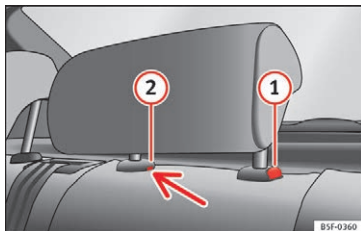

Fig. 146 Midterste hovedstøtte bagi: udløserpunkt
- Skub hovedstøtten nedad, mens du trykker på knappen » **Fig. 146** for at indstille hovedstøtten nedad.
- Tryk på knappen » **Fig. 146**, og sæt samtidig en skruetrækker (maks. bredde 5 mm) ind i åbningen ved fastgørelsen » **Fig. 146**, og træk hovedstøtten ud.